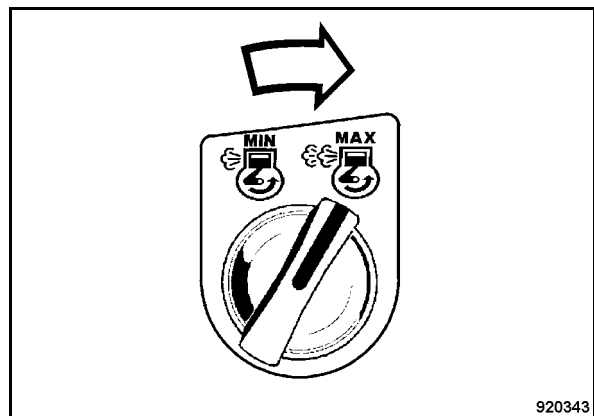

Fig. 67
- Colocar el conmutador giratorio de velocidad del motor (Fig. 67) hacia la derecha a "MAX".